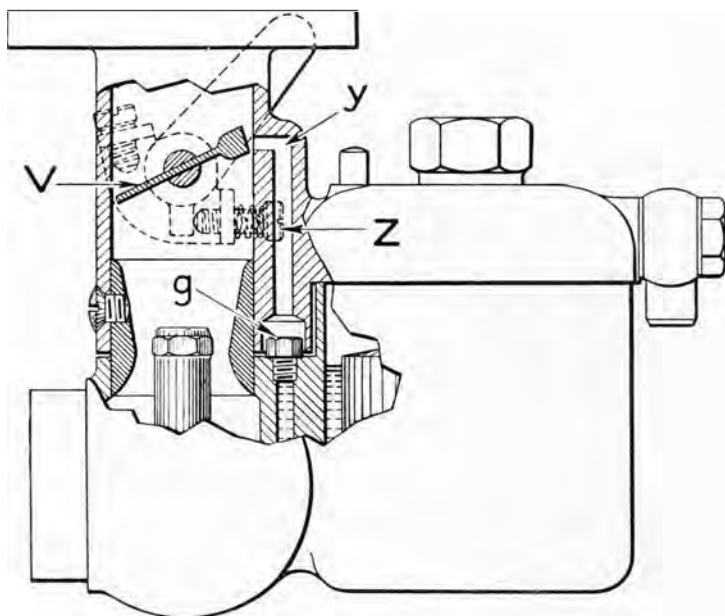

Fig. 4. Sektionsritning av typ MV (i tomgångsläge).
Vid tomgång befinner sig gasspjället (V) i det läge, som visas å fig. 4, varför bensinen tillföres genom tomgångsmunstycke (g). Denna är försedd med ett spår, så att den kan löstas med en vanlig skruvmejsel, och märkt med ett tal som anger hålets storlek i $\frac{1}{100}$ mm. (fig. 2).